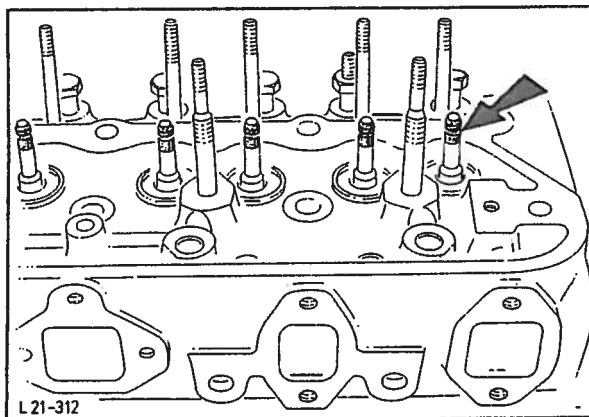

Fig. 123 Montering av limbånd på ventillåsens spor.
11. Påfør olje på ventiler og i ventilstyringer. Monter ventiler og nedre fjærholdere. Monter limbånd rundt ventillåsens spor på ventilstammene, fig. 123.